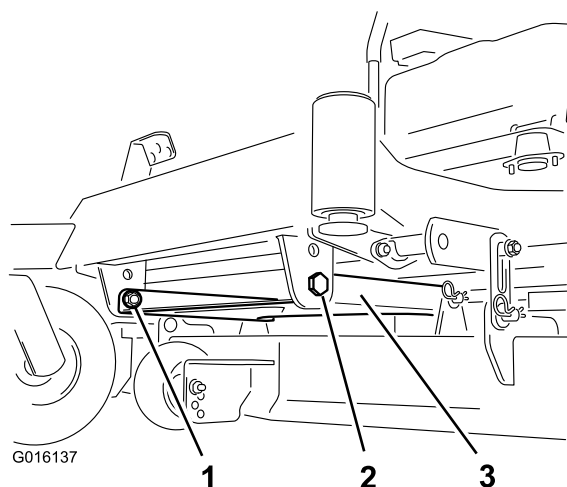

Bild 1
2. Für alle MX Titan-Maschinen und alle Maschinen mit einem 121,9 cm Mähwerk (60") müssen die zwei Muttern und Schrauben entfernt werden, mit denen die Vorderseite der Mähwerkgehäusewanne befestigt ist (Bild 1).
6. Für alle MX Titan-Maschinen und alle Maschinen mit einem 152,4 cm Mähwerk (60") muss die Vorderseite der Mähwerkgehäusewanne mit den vorher entfernten Muttern und Schrauben befestigt werden (Bild 1).